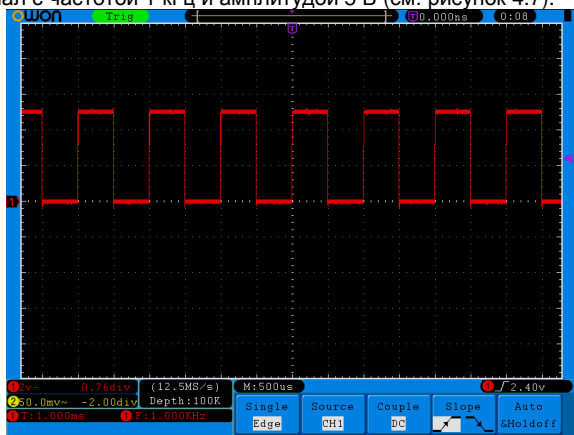
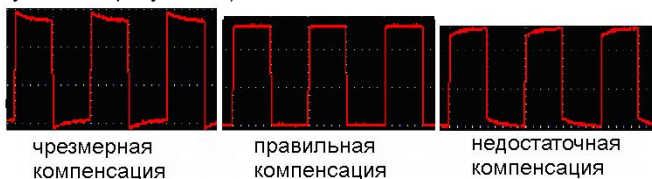

Рисунок 4.7. Автонастройка
Рисунок 4.8. Варианты осциллограммы при компенсации щупа
Через несколько секунд на дисплее отобразится прямоугольный сигнал с частотой 1 кГц и амплитудой 5 В (см. рисунок 4.7).
2. Оцените форму полученной осциллограммы и отрегулируйте щуп, пока не будет достигнута правильная компенсация (см. рисунок 4.7 и рисунок 4.8).